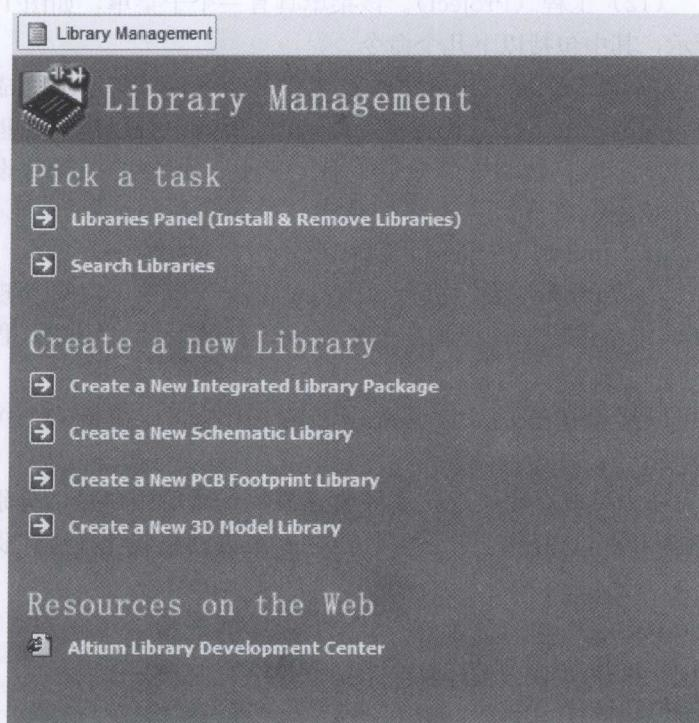

图 1-6 库管理的命令选项列表
(9) Library Management (库管理)。选择该选项后，系统会弹出库管理的命令选项列表，如图 1-6 所示。
(10) Altium Designer 的库管理包括创建集成库 (Integrated Library)、原理图元件库 (Schematic Library)、PCB 封装库 (PCB Footprint Library) 和 PCB3D 库，如图 1-6 所示。